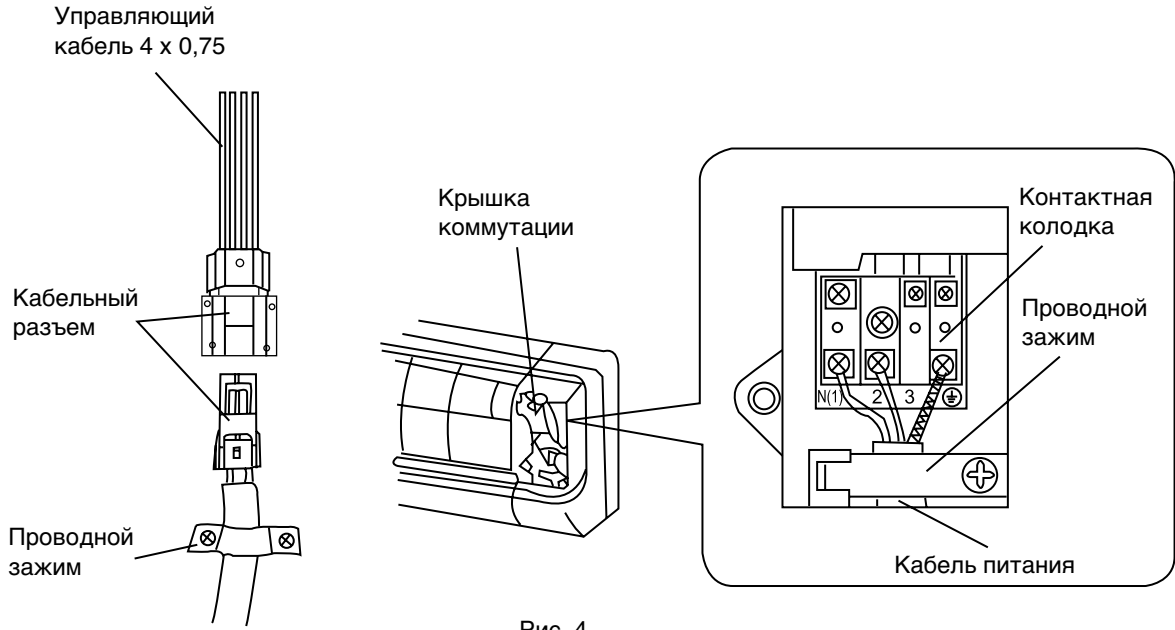

Рис. 4
2. Снимите крышку коммутации (рис. 4).
4. Подключите синий провод кабеля питания к клемме "N(1)", коричневый – к клемме "2", красный – к клемме "3" и желто-зеленый (провод заземления) – к клемме  $\perp$ , как показано на рис. 4.